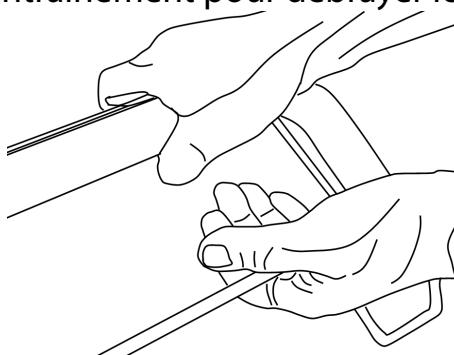

Fig. 13
- 1) Tirez la commande de traction vers la poignée pour embrayer les roues (Fig. 13).